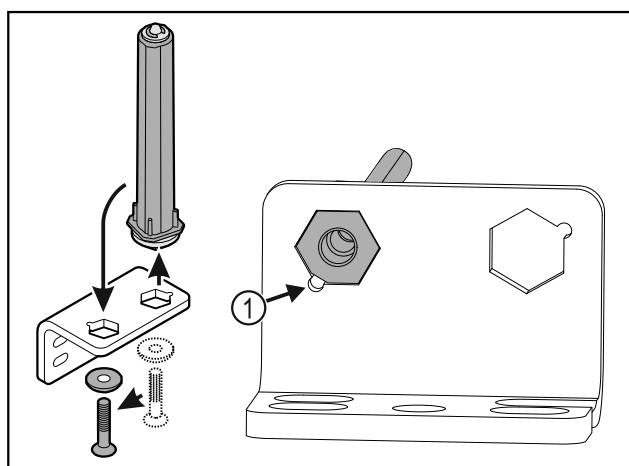

Fig. 36
- Let erop dat bij het plaatsen de boutafschuiving Fig. 36 (1) naar het ronde gat wijst.